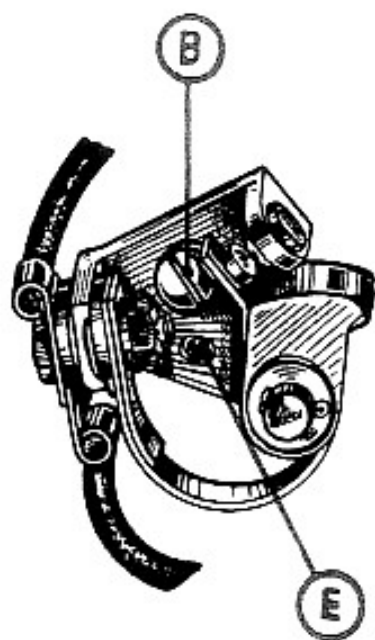

Fig. 14 - Ruttore.
Ogni 5000 Km di percorrenza effettuati dalla motoleggera, corrispondenti in media a 100 ore di funzionamento del magnete alternatore, **si controllino le condizioni del ruttore** verificando, attraverso le apposite finestrelle esistenti sul volano, l'apertura massima dei contatti la quale deve corrispondere ai dati prescritti. Qualora questa dovesse risultare maggiore o minore si passi alla sua regolazione agendo con un cacciavite sull'apposita vite eccentrica (E) (fig. 14) previo allentamento della vite di bloccaggio (B) della squadretta porta